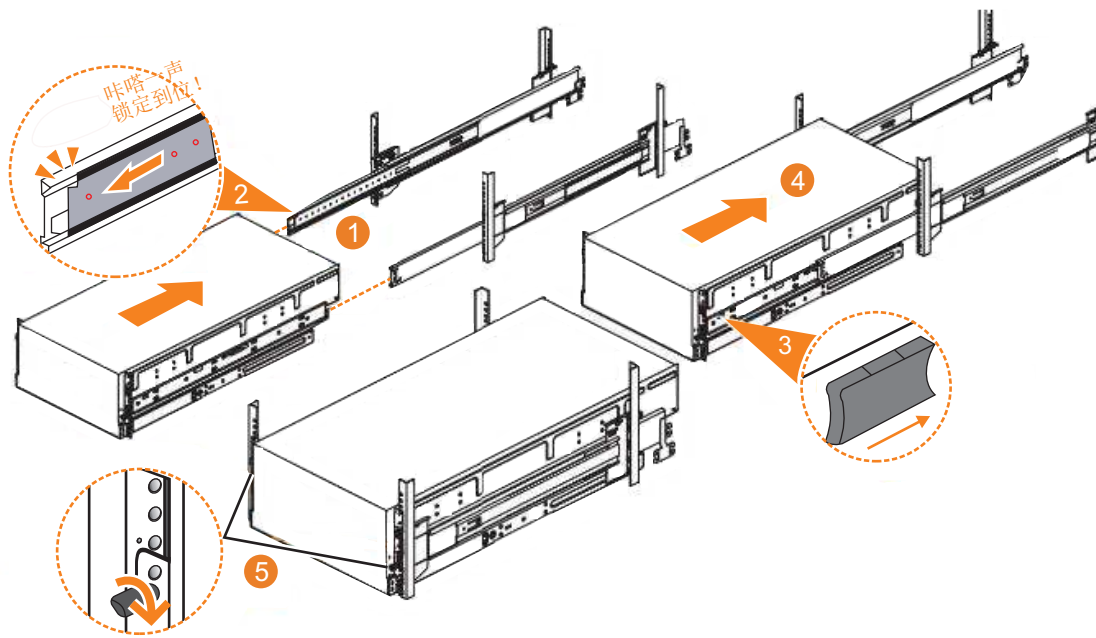

图 61. 更换机架中的 2145-92F 机柜
1. 将左侧抽屉和右侧抽屉从机架中完全抽出，以将导轨锁定在扩展位置（第 65 页的图 61 中的 **1**）。
2. 确保滚珠轴承固定器咔嗒一声锁定到左侧抽屉和右侧抽屉前侧（图 61 中的 **2**）。
6. 找到机柜前部附近的左侧和右侧蓝色松开卡口。向前按压这两个松开卡口以解锁抽屉装置（图 61 中的 **3**）。
7. 将机柜稳固地推入机架中（图 61 中的 **4**）。
8. 拧紧用于固定的指旋螺钉（图 61 中的 **5**），以将机柜固定在机架中。